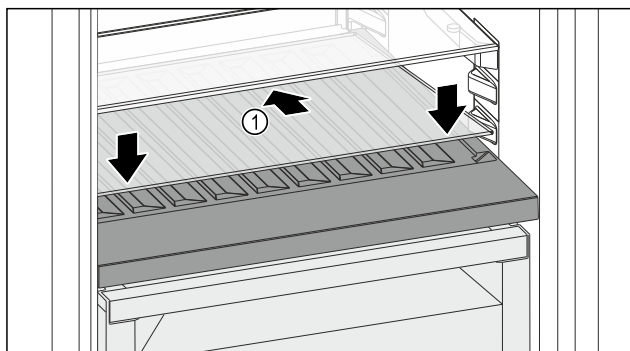

Fig. 100
- ▶ Ustawić płytę szklaną Fig. 100 (1) pod ukosem, nachyloną do tyłu w dół.
- ▶ Opuścić płytę szklaną Fig. 100 (1) z przodu.